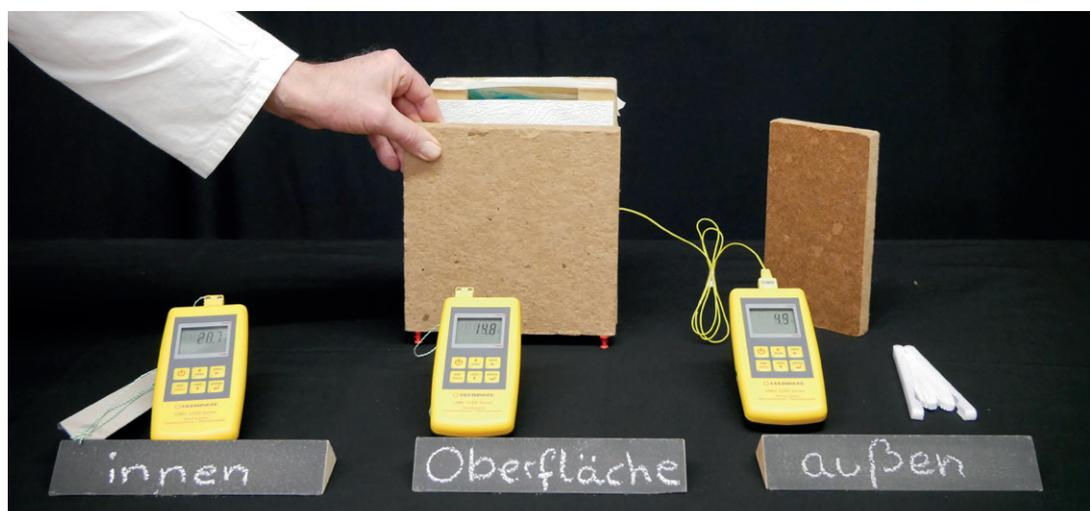

Abb. 3: Ein „Schrank“ vor der Außenwand (Quelle: eu.[z.] (2024))
- Abb. 3: Ein „Schrank“ vor der Außenwand, Quelle: e.u.[z.]